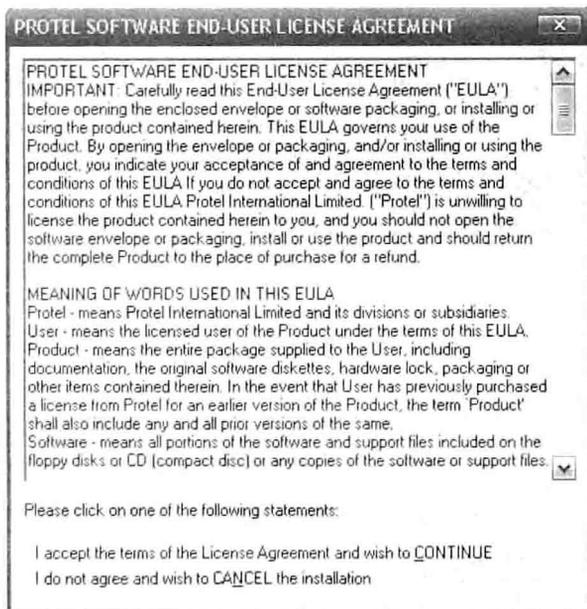

图 1-6 补丁程序安装操作界面
① 在软件安装盘里找到“Protel 99 SP6”文件夹打开，双击“Protel 99 SE Service Pack 6”图标弹出如图 1-6 所示对话框，单击“I accept the terms of the License Agreement and wish to CONTINUE”项进行补丁程序的安装。